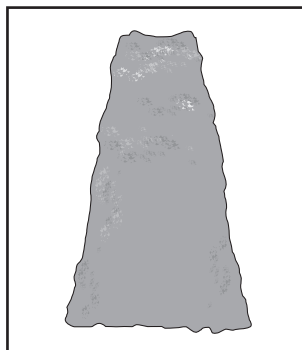

Fig. 8
**NOTA:** Quando moldar, é aconselhável obter uma forma trapezoidal (Fig. 8). Um corte trapezoidal corresponde ao crescimento natural das plantas e resulta num melhor crescimento da sebe, pois irá receber mais luz na extremidade inferior da sebe.